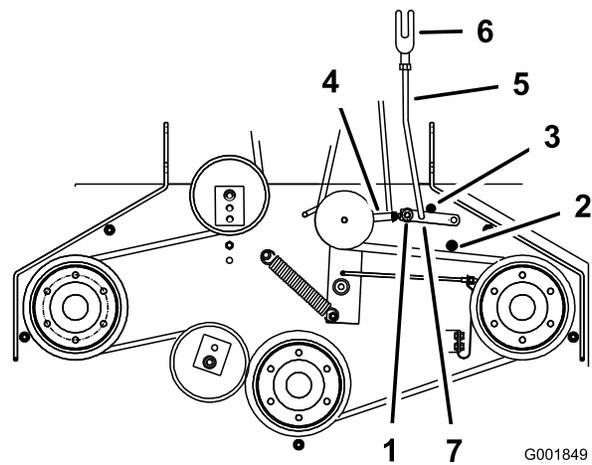

Bild 12
5. Vergewissern Sie sich, dass der Stützarm am hinteren Anschlag des Stützarms auf dem Mähwerk anliegt (**Bild 12**).
7. Der Stützarm sollte den vorderen Anschlag des Stützarms auf dem Mähwerk berühren. Wenn er nicht anliegt, stellen Sie den Umlenkhebel so ein, dass er näher an der Verstärkung liegt (**Bild 12**).
8. Entfernen Sie zum Einstellen des Stützarmgestänges den Splint aus dem Stützarm (**Bild 12**).
11. Setzen Sie das Stützarmgestänge in den Stützarm ein und sichern Sie es mit dem Splint (**Bild 12**).